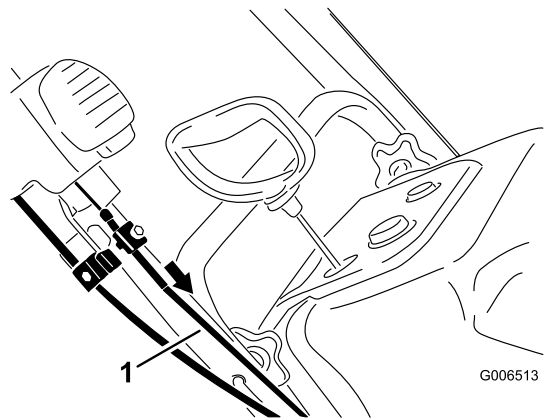

Bild 42
- Ziehen Sie den Mantel des oberen Bowdenzugs nach vorne, bis der Bowdenzug straff ist. Ziehen Sie die Schraube an der oberen Kabelklemme fest (Bild 42).